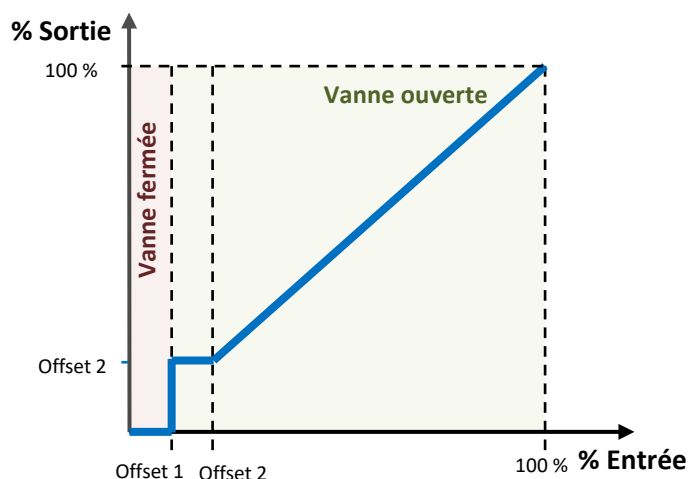

Figure 9 Pourcentage de sortie en fonction de la consigne d'entrée et les offsets.
- La **valeur minimum de la variable de contrôle** qui doit activer le ventilateur, c'est à dire, la valeur minimale de pourcentage exigible pour que l'actionneur active le ventilateur, les valeurs inférieures à ce minimum seront ignorées. Ceci est ce qui s'indique comme "Offset 1" dans la Figure 9.
- La **vitesse minimum du ventilateur**, c'est à dire, la valeur minimale de tension (en pourcentage) qui permet d'observer un mouvement dans le ventilateur Ce paramètre est utile lorsque le ventilateur ne sera pas capable de se bouger avec des valeurs de tension inférieures à une certaine limite. C'est "l'offset 2" dans la Figure 9.